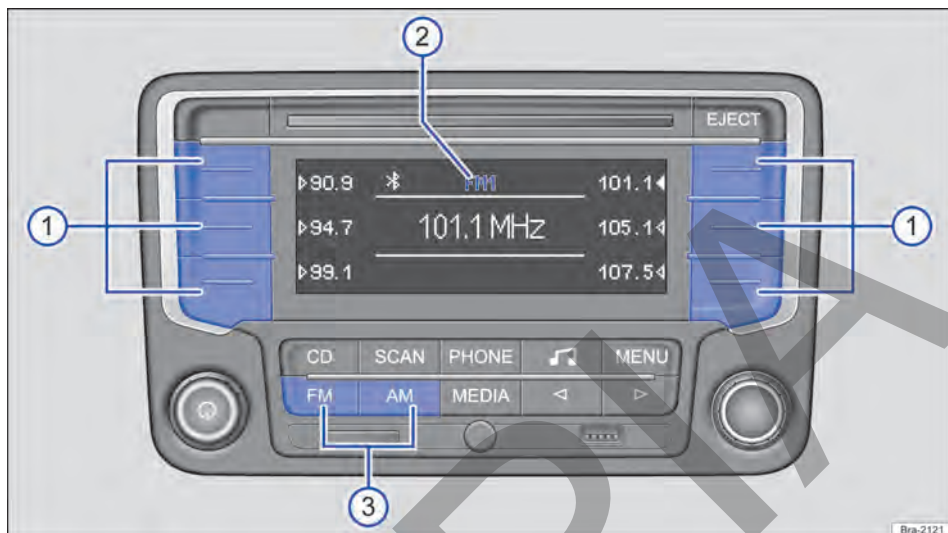

Fig. 154 Seleccione la banda de frecuencia y el nivel de memoria.
Pulse la tecla del equipo **FM** o **AM** → fig. 154 ③ hasta que se muestre el nivel de memoria deseado → fig. 154 ②.
Al cambiar los niveles de memoria, las frecuencias de las emisoras de radio memorizadas se muestran al lado de las teclas de presintonía fig. 154 ①.